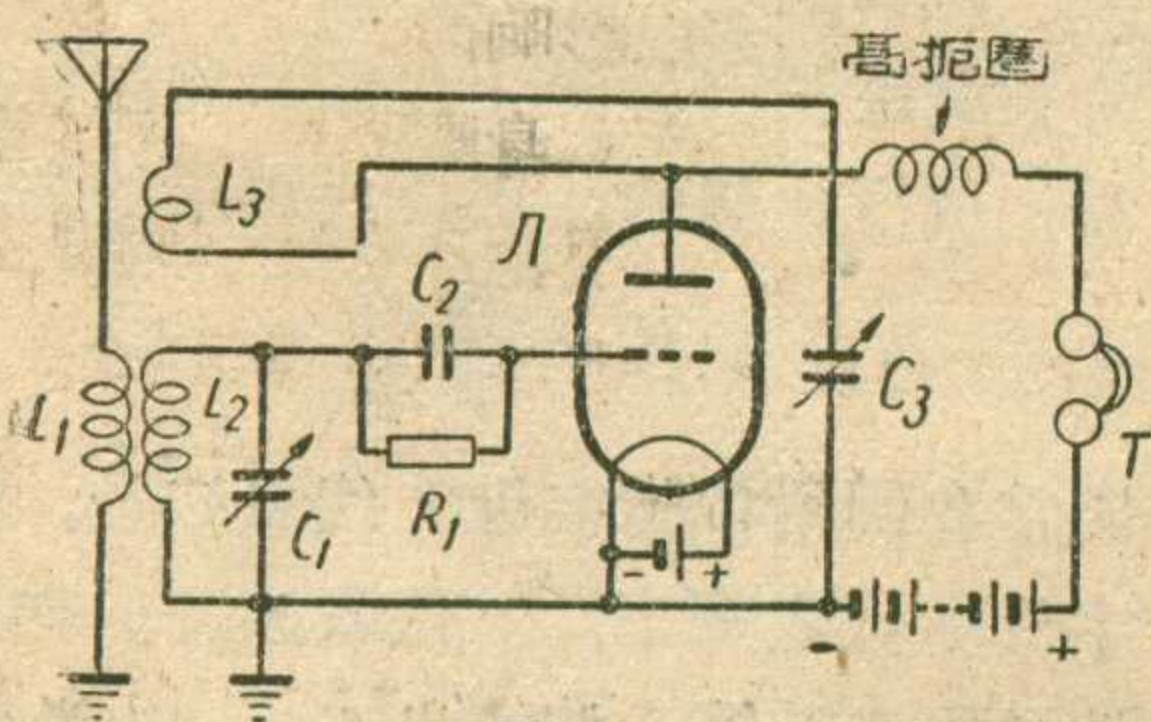

图1
栅极检波 图1电路中，当有许多外来信号的电波
流，即是在调谐线圈附近放置一个“再生线圈”（图1中的 L_3 ），它与调谐线圈的磁通方向应该彼此相同。这样，经过电子管放大的高频电流流过再生线圈的时候，调谐线圈上就感应出一个额外的高频电压，它和信号电压一齐加到栅极上，从而增大了栅极
1. 电容器控制再生 图1的线路就是一个例子。它是用可变电容器控制再生，当 C_3 的电容量加大时，对高频电流的电抗减小，通过 L_3 里的高频电流增大，再生就增强，反之就会减弱。这个电容器叫“再生电容器”，它的电容量应选得只让高频电流通过，阻止音频电流，一般用 100~250 微微法。
此外，图1的屏极电路里还接有一个高频扼流圈（简称“高扼圈”），用以阻止高频电流窜扰到耳机的电路中去。如果没有它，高频电流将经过耳机里面线圈的分布电容量漏掉一部分，使流过再生圈的高频电流减弱，削弱了再生效果，但影响并不严重。